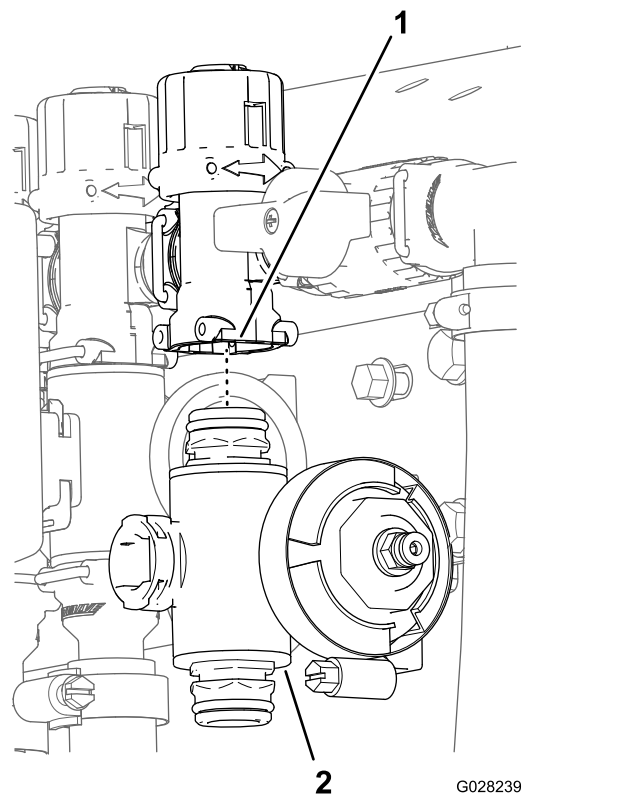

Bild 121
3. Entfernen Sie für die linken oder rechten Auslegerabschnittsventile die Bundkopfschrauben und Sicherungsbundmutter, mit denen die Abschnittsventile an der Ventilhalterung befestigt sind. Entfernen Sie die Ventilverteiler für das mittlere Abschnittsventil von der Maschine; entfernen Sie den Abschnittsventilverteiler von der Maschine (**Bild 121**).